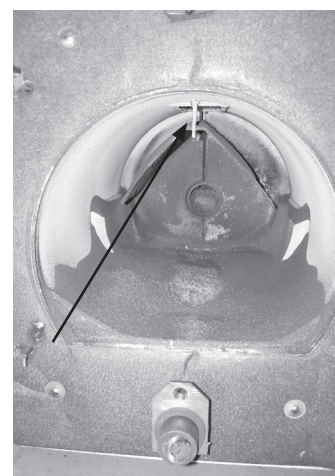

Bild 10
11. Asche in der Brennkammer und am Leitblech entfernen; am besten mit Hilfe eines Staubsaugers. Insbesondere der Abgas-Eintritt in die stehenden Züge (Pfeil) muss sorgfältig gereinigt werden (Bild 10).